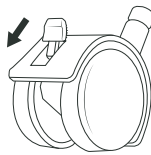

Fig. 2
- ◆ Si desea inmovilizar el aparato en un sitio fijo, presione la palanca de las dos ruedas con palanca de freno ⑨ hacia abajo para evitar que siga rodando (consulte la fig. 2).